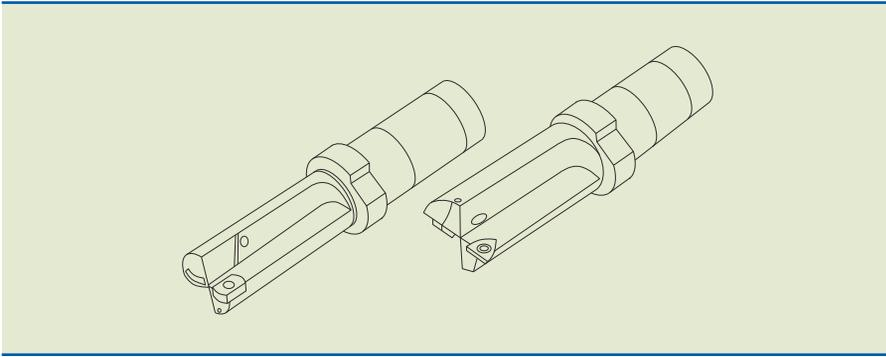

Figura 10.4
- **Metal duro** – é selecionado pela elevada dureza e resistência ao desgaste a quente. As velocidades de corte são até três vezes maiores do que as realizadas com ferramentas de aço rápido e requerem máquinas com características adequadas de velocidade, potência, refrigeração e rigidez. As brocas podem ser integrais a partir de barras de metal duro, ter insertos intercambiáveis (figura 10.4), ambas com ou sem revestimento, selecionadas de acordo com a aplicação.